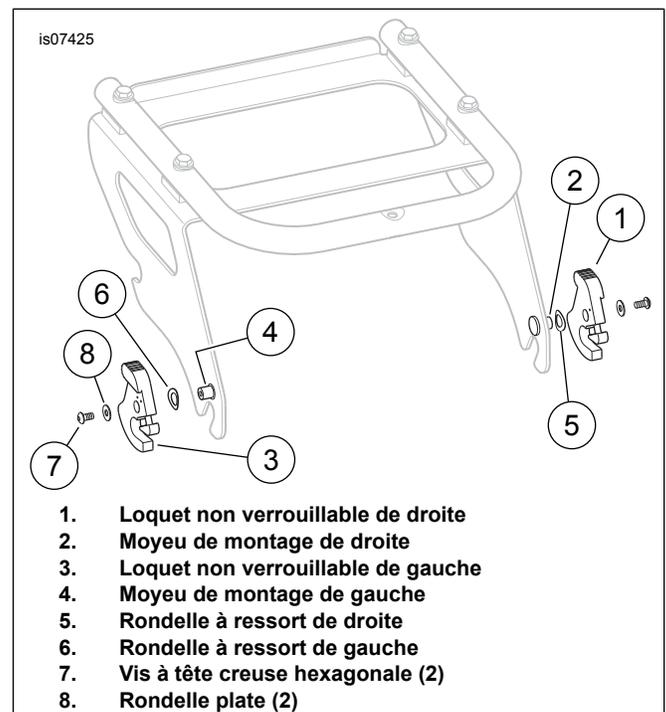
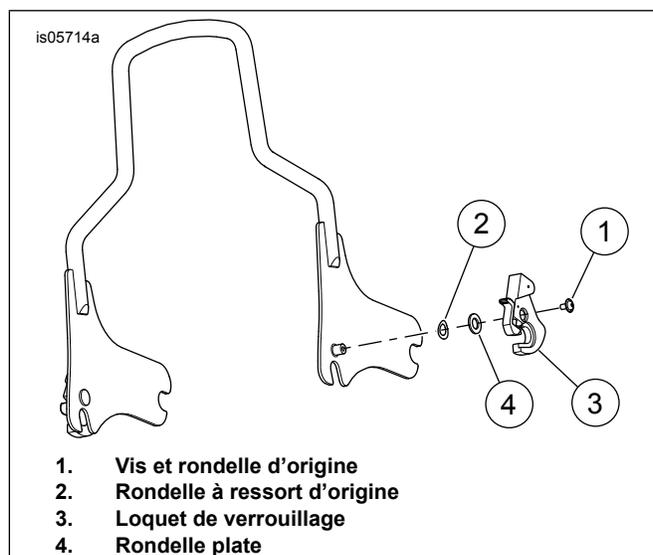
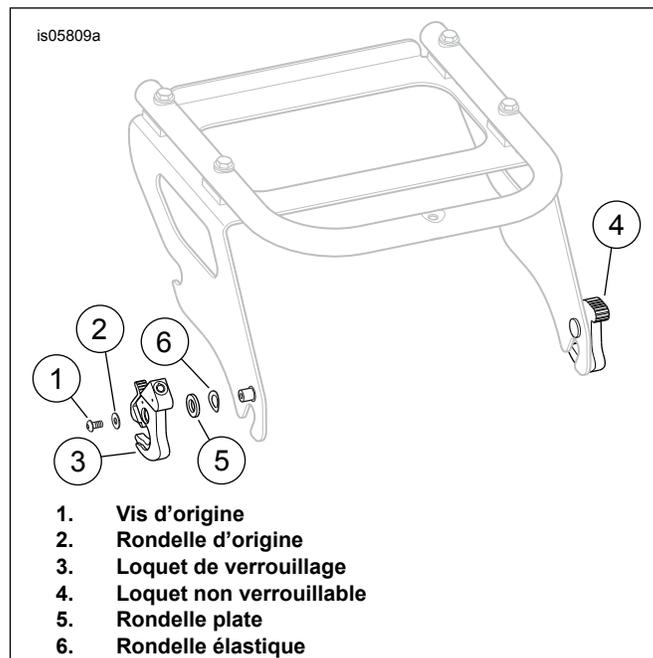
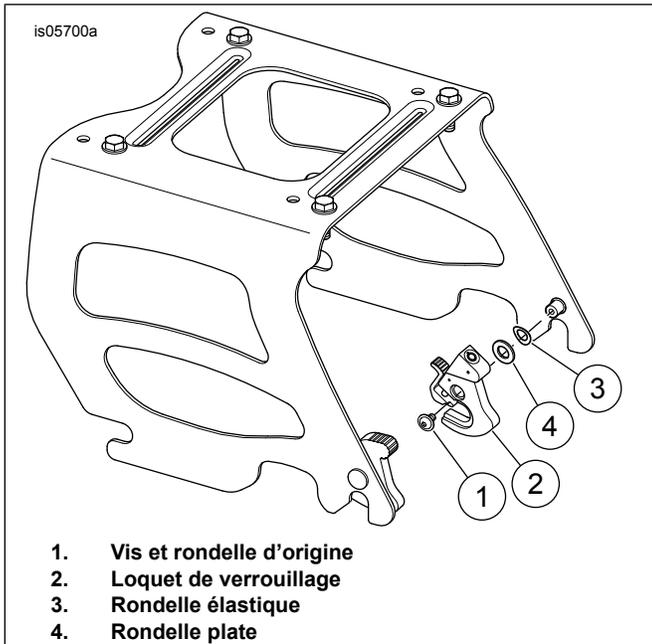

Figure 1. Permutation des loquets (illustration : avant la configuration avec verrous permutés)
Figure 3. Installation extérieure droite
Figure 4. Installation extérieure gauche
Figure 5. Installation intérieure droite
1. Consultez Figure 1 . Retirer le loquet non verrouillable de droite (1). Laisser la rondelle élastique de droite (5) sur le moyeu de montage de droite (2).
2. Retirer le loquet non verrouillable de gauche (3). Laisser la rondelle élastique de gauche (6) sur le moyeu de montage de gauche (4). Installer le loquet non verrouillable de gauche (3) sur le moyeu de montage de droite (2).
3. Installer le loquet non verrouillable de droite (1) sur le moyeu de montage de gauche (4).
Kit de porte-bagages deux places	Voir la Figure 4, installation extérieure gauche OU Figure 3, installation extérieure droite
Porte-bagage deux places de Tour-Pak	Voir la Figure 3, installation extérieure droite
Kit de porte-bagages deux places	Voir la Figure 1, permutation des loquets ET Figure 5, installation intérieure droite
Kit de porte-bagages simple	Voir la Figure 3, installation extérieure droite
Porte-bagage deux places de Tour-Pak	Voir la Figure 1, permutation des loquets ET Figure 5, installation intérieure droite
Porte-bagage de Tour-Pak une place	Voir la Figure 1, permutation des loquets ET Figure 4, installation extérieure gauche
2. Consultez Figure 3 . Installer la rondelle élastique d'origine (2) sur le moyeu de montage.
1. Consultez Figure 4 . Retirer le loquet non verrouillable de gauche et le mettre à l'écart.
2. Installer la rondelle plate (5) du kit sur la rondelle élastique sur le moyeu de montage de gauche.
3. Installer le loquet de verrouillage (3) sur le moyeu de montage de gauche en positionnant le relief vers l'**extérieur** de la plaque de montage.
4. Installer la vis (1) et la rondelle (2) d'origine.
1. Consultez Figure 5 . Retirer le loquet non verrouillable de droite et le mettre à l'écart.
2. Installer la rondelle plate (4) du kit sur la rondelle élastique sur le moyeu de fixation de droite.
4. Installer la vis et la rondelle d'origine (1).